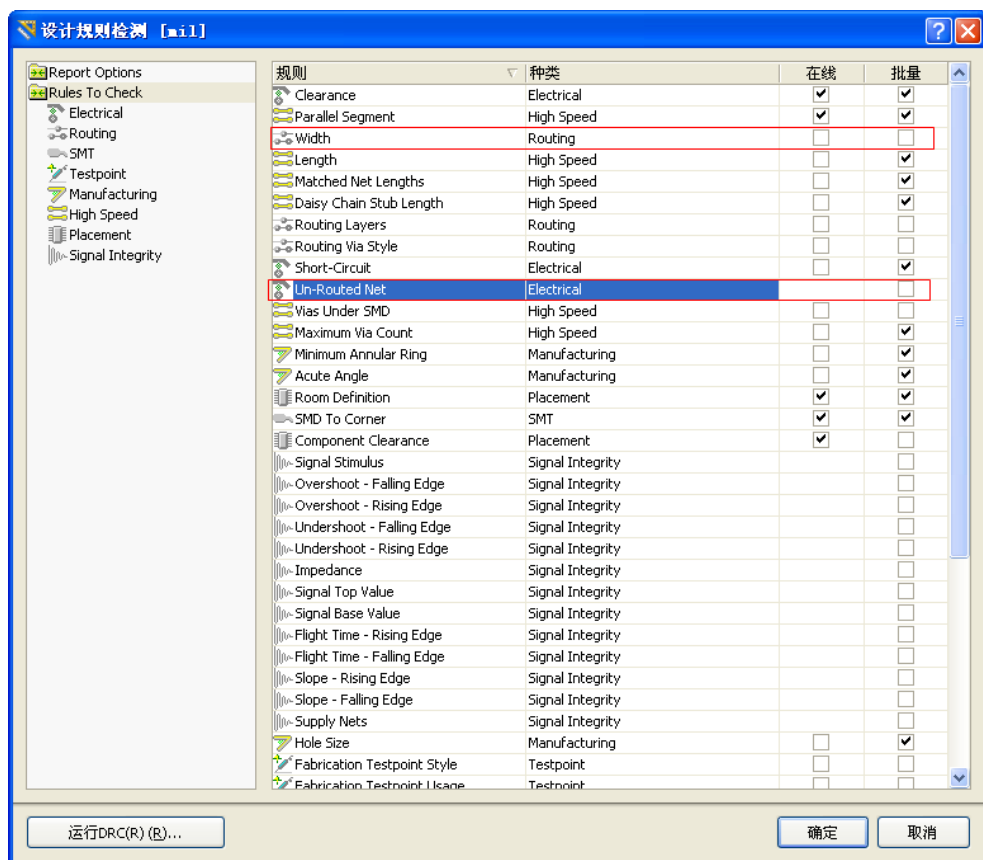

图 10-4 “Rules To Check” 标签页
在“设计规则检查”对话框左侧的列表中单击“Rules To Check（检查规则）”标签页，即可显示所有可进行检查的设计规则，其中包括了 PCB 制作中常见的规则，也包括了高速电路板设计规则，如图 10-4 所示。例如，线宽设定、引线间距、过孔大小、网络拓扑结构、元件安全距离、高速电路设计的引线长度、等距引线等，可以根据规则的名称进行具体设置。在规则栏中，通过“在线”和“批量”两个选项，用户可以选择在线 DRC 或批处理 DRC。
通过批处理 DRC，用户可以在设计过程中的任何时候手动一次运行多项规则检查。在如图 10-4 所示的列表中可以看到，不同的规则适用于不同的 DRC。有的规则只适用于在线 DRC，有的只适用于批处理 DRC，但大部分的规则都可以在两种检查方式下运行。
Step5 在如图 10-4 所示的规则列表中，禁止其中部分规则的“批量”选项。禁止项包括 Un-Routed Net (未布线网络) 和 Width (宽度)。
Step3 在如图 10-4 所示的规则列表中，将部分“批量”选项中被禁止的规则选中，允许其进行该规则检查。选择项必须包括 Clearance（安全间距）、Width（宽度）、Short-Circuit（短路）、Un-Routed Net（未布线网络）、Component Clearance（元件安全间距）等，其他选项采用系统默认设置即可。